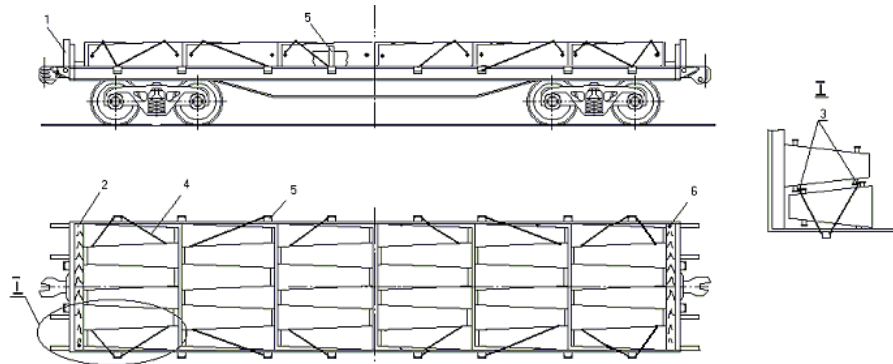

Рисунок 121
6.7. Изложницы массой до 1,5 т включительно размещают на платформе в шесть рядов по ширине и в шесть по длине вагона (рисунок 121). Изложницы размещают с равномерными зазорами по длине платформы. Изложницы, уложенные у торцевых бортов, увязывают между собой проволокой диаметром 6 мм в шесть нитей, остальные – проволокой диаметром 6 мм в две нити. У торцевых бортов платформы, подкреплённых короткими стойками, укладывают по одному упорному брусу размерами 100x100x2750 мм. Каждый брусок прибивают к полу платформы десятью гвоздями диаметром 6 мм и длиной 150 мм.